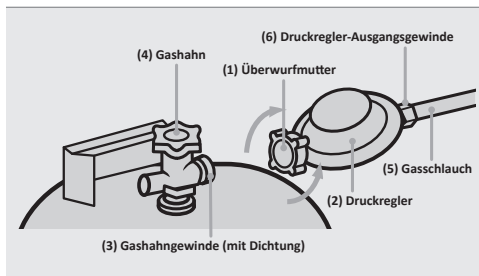

Abb.1: Montage des Druckreglers
2. Verbinden Sie den Druckregler mit der Gasflasche, indem Sie die Überwurfmutter (1) des Druckreglers (2) durch Linksdrehung (**von Hand**) auf das Gashahngewinde (3) schrauben (siehe Abb. 1) und fest anziehen.
4. Verbinden Sie den Druckregler mit der Gasflasche, indem Sie die Überwurfmutter (siehe Abb. 1, Nr. 1) des Druckreglers (siehe Abb. 1, Nr. 2) durch Linksdrehung (von Hand) auf das Gashahngewinde (siehe Abb.1, Nr. 3) schrauben (siehe Abb. 1) und fest anziehen.